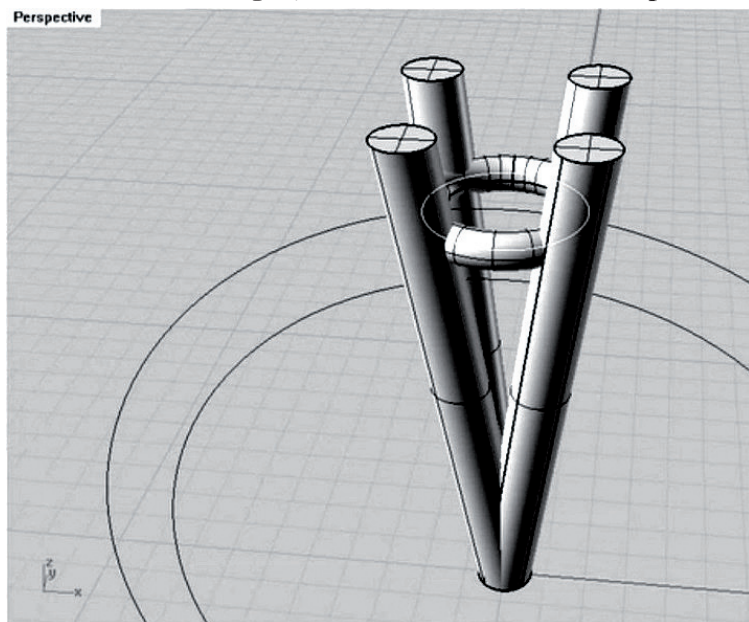

Рис. 107. Каст с местом для камня
17. Выделяем полученную окружность (п. 16) и выбираем Pipe в панели Solid. Задаем диаметр 0,8 мм. Каст почти готов (рис. 107).